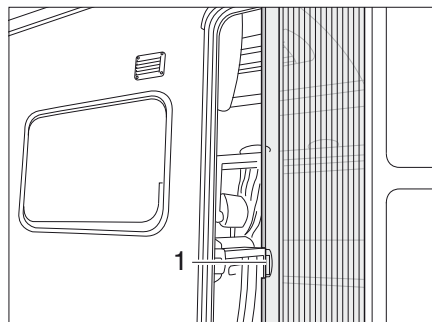

Bild 51 Insektsskydd
**Öppna:** ■ Ta tag i handtaget (Bild 51,1) och dra ut insektsskyddet helt.
**Stänga:** ■ Ta tag i handtaget (Bild 51,1) och skjut tillbaka insektsskyddet.